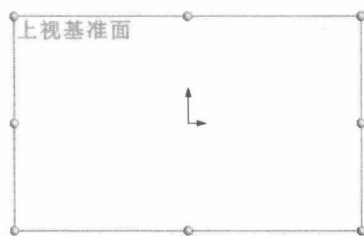

图 1.15 选择【上视基准面】
- (1) 单击【新建】按钮，选择【零件】命令，进入零件图绘制界面。
- (2) 单击【草图绘制】按钮，选择上视基准面，准备开始草图绘制，如图 1.15 所示。